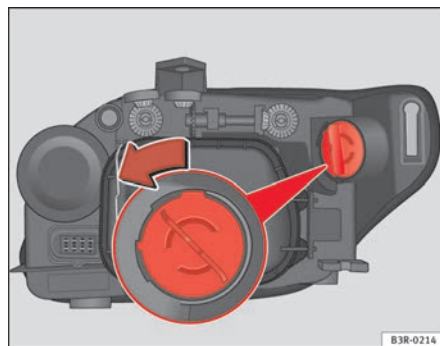

Fig. 202 Luce DRL (luce diurna)
- Ruotare il portalampada in senso antiorario afferrandolo per l'impugnatura ⇒ fig. 202 ed estrarlo insieme alla lampadina.